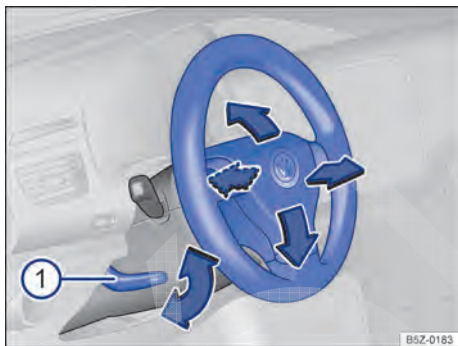

Fig. 39 Ajustar a posição do volante mecanicamente.
- Empurrar a alavanca → Fig. 39 ① para baixo e colocar o volante na posição desejada.